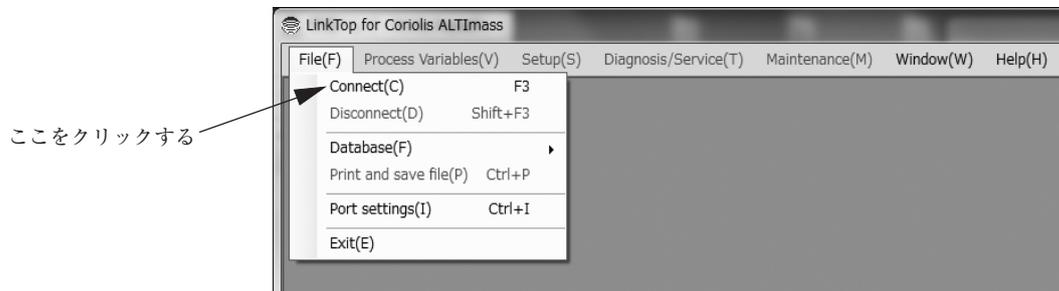

図14
- ① 図14のように、画面上部メニューの、「File(F)」をクリックし、「Disconnect(D) Shift+F3」を選び、再度クリックします。